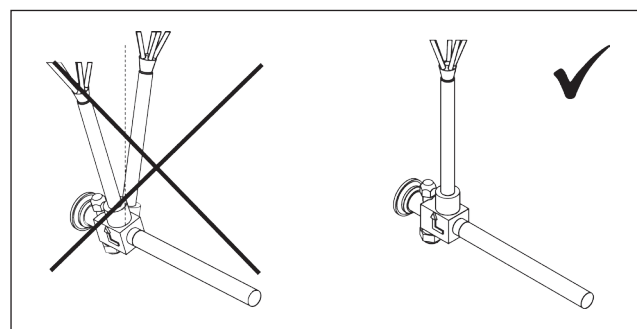

Рис. 11.2
3. Осмотрите дистрибьютор хладагента и удостоверьтесь, что сопло находится на месте и не имеет механических повреждений. Дистрибьютор должен быть установлен строго вертикально (Рис. 11.2).